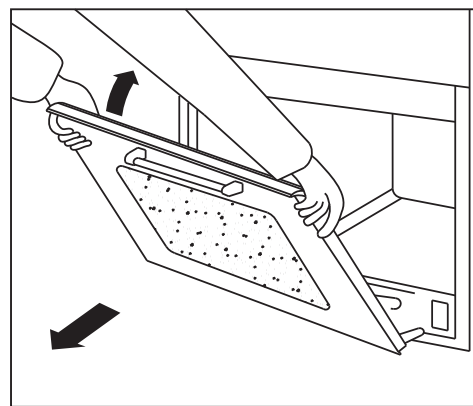

Figure 3
4. Tirer la porte vers vous, en la sortant de son siège. La porte va doucement sortir du four (Se référer à la Figure 3.)